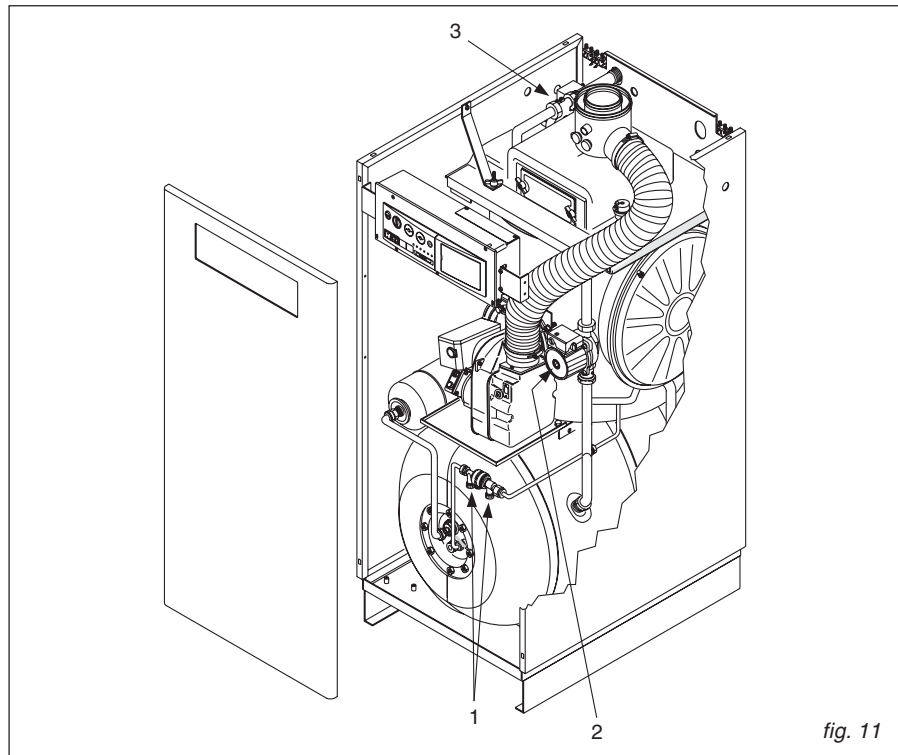

fig. 11
il est absolument indispensable de faire tourner manuellement les circulateurs (voir fig. 11, pos. 2 et 3).